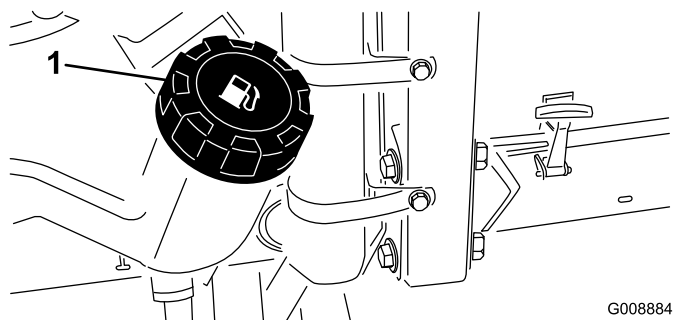

Bild 28
2. Reinigen Sie den Bereich um den Tankdeckel (Bild 28).